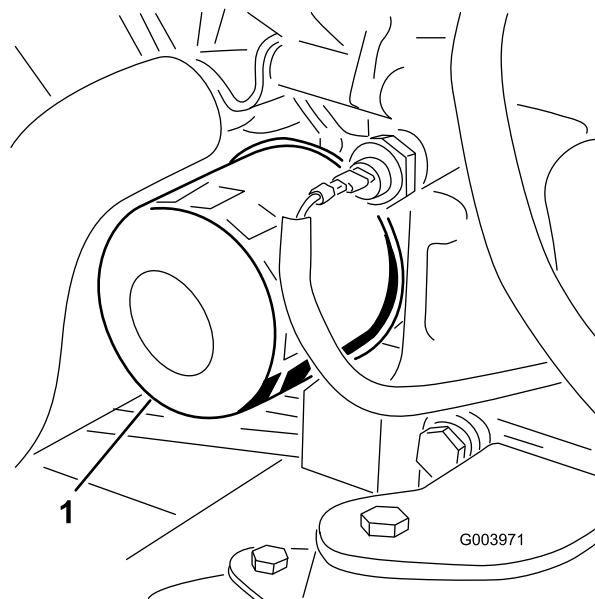

Figura 41
3. Retire o filtro do óleo (Figura 41).